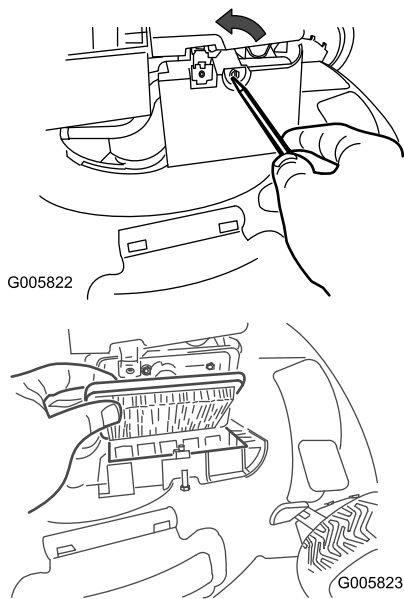

Figura 24
1. Utilice un destornillador para abrir la tapa del filtro de aire (Figura 24).
2. Cambie el filtro de aire (Figura 24).